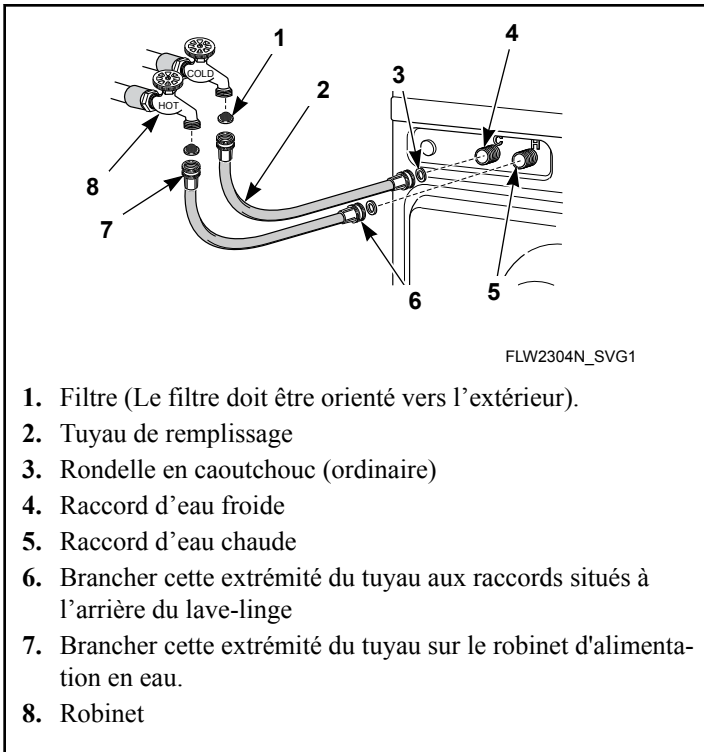

Figure 6
2. Les insérer dans chaque extrémité des flexibles de remplissage comme illustré à la *Figure 6*. Le filtre doit être tourné vers l'extérieur.
5. Visser les raccords à l'autre extrémité des flexibles sur les vannes-mélangeuses d'eau et les serrer à la main. S'assurer de raccorder le flexible avec le marqueur rouge à la vanne-mélangeuse marquée avec un « H » et de raccorder le flexible avec le marqueur bleu à la vanne-mélangeuse marquée avec un « C ». Se reporter à la *Figure 6*.